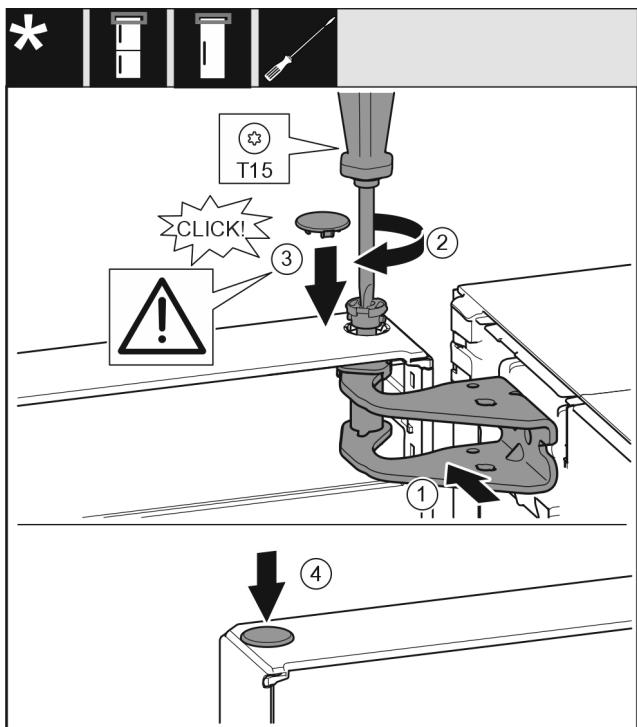

Fig. 19
- ▶ Duris viršuje išlygiuokite į atraminės gembės angą. Fig. 19 (1)
- ▶ Istatykite varžtą ir tvirtai prisukite atsuktuvu T15. Fig. 19 (2)
- ▶ Durims užfiksuočių sumontuokite apsauginę dengiamąją plokštelię: uždékite apsauginę dengiamąją plokštelię ir patikrinkite, ar ji priglunda prie durų. Kitu atveju įstatykite iki galo varžtą. Fig. 19 (3)
- ▶ Įstatykite kaištį. Fig. 19 (4)